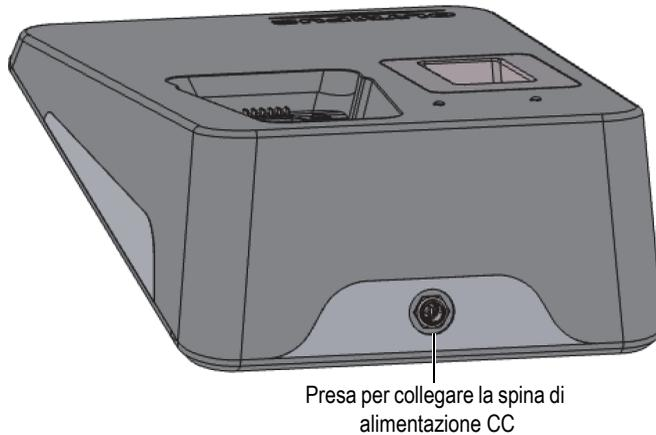

Figura 3-14 Connettore di alimentazione della stazione di alloggiamento (posteriore)
Prima di usare l'analizzatore XRF Vanta con la stazione di alloggiamento è necessario collegare il cavo di alimentazione alla stazione di alloggiamento (vedere Figura 3-14 a pagina 64).
3. Collegare la spina di alimentazione CC alla presa da 18 VCC della stazione di alloggiamento (vedere Figura 3-14 a pagina 64).